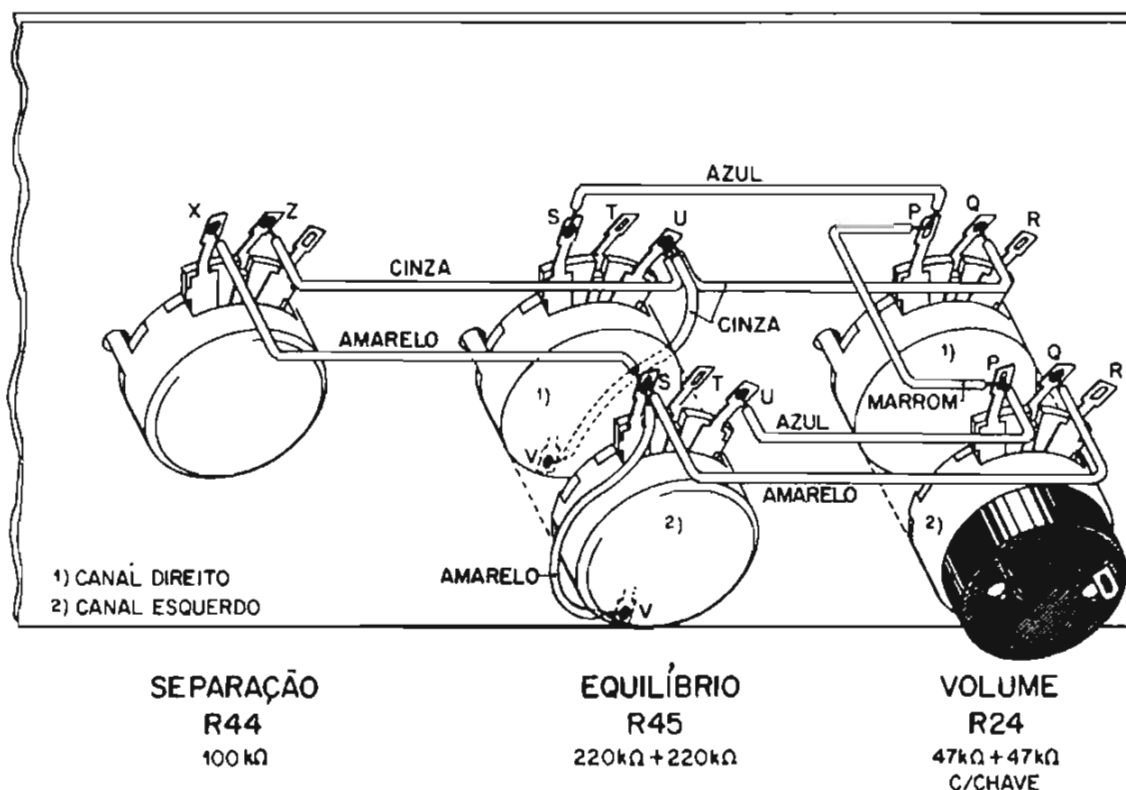
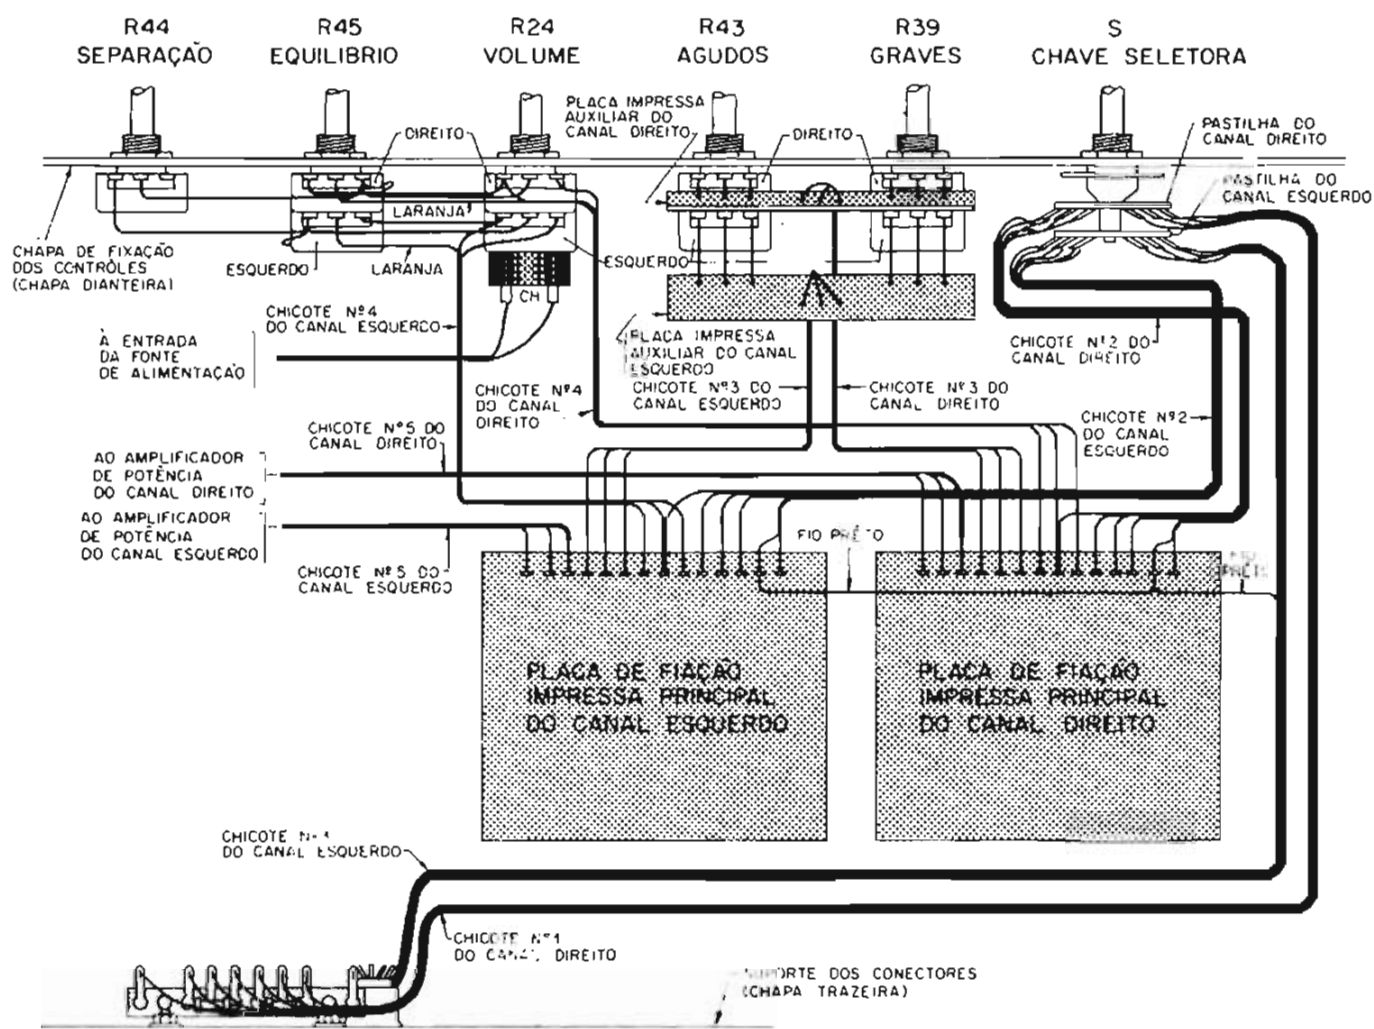

Figura 28 - Montagem dos controles na "chapa dianteira"
Figura 29 - Vista de conjunto do M-202, mostrando as sub-montagens, os contrôles e os chicotes de interligação
Oriente-se pela figura 28. Note nessa figura que os potenciômetros duplos e a chave seletora estão destacados. As partes, desses componentes, próximas a chapa dianteira (superiores, na figura) pertencem ao canal direito; conseqüentemente as partes afastadas (inferiores, na figura) pertencem ao canal esquerdo.
- 65 - prossiga com as operações 29, 30 e 31 para o canal direito. (Veja a figura 28).
- 67 - Orientando-se pela figura 28, prepare e solde 3 pedaços de fio cinza, com 8 cm de comprimento, ao terminal U do controle de equilíbrio do canal direito (superior na figura 28). Solde as extremidades livres à derivação central (terminal V) do controle de equilíbrio (canal direito), ao terminal Z do controle de separação e ao terminal Q do controle de volume (canal direito).
- 68 - Repita a mesma operação com outros 3 pedaços de fio amarelo, de mesmo comprimento, ligando uma das extremidades de cada fio ao terminal S do controle de equilíbrio do canal esquerdo. Solde as extremidades livres ao terminal V do mesmo controle, ao terminal X do controle de separação e ao terminal Q do controle de volume (canal esquerdo). Oriente-se pela figura 28.
- A figura 28 mostra o aspecto final após essa operação.
- 2) Tais chicotes devem ser posicionados em sentido aos componentes respectivos ou seja àqueles da parte inferior no esquema da figura 28.
- 2) Tais chicotes devem ser posicionados em sentido aos componentes do canal direito (parte superior no esquema da figura 28). Oriente-se pela figura 29.
- 74 - Efetue as ligações do "chicote nº 1 do canal direito", seguindo as operações do item "h" n.ºs. 39, 40, 41, 42 e 43. Utilize a pastilha do canal direito da chave seletora (veja figura 28). Note que este chicote não possui o fio preto.
- 76 - Efetue as operações n.ºs. 44 e 45 para os chicotes n.ºs. 2, 3 e 4 do canal direito posicionando-os próximos aos terminais dos controles do canal direito (superior na figura 28). Omita a operação X da tabela V.
- 77 - Repita as operações n.ºs. 44 e 45 para os chicotes n.ºs. 2, 3 e 4 do canal esquerdo posicionando-os próximos aos terminais dos controles do canal esquerdo (inferior na figura 28) e omitindo novamente a operação X da tabela V. Da mesma maneira que na etapa anterior, ligue o fio laranja do chicote nº 4 ao terminal T do controle de equilíbrio (canal esquerdo).
A figura 29 fornece uma indicação geral do posicionamento das placas e chicotes de interligação.